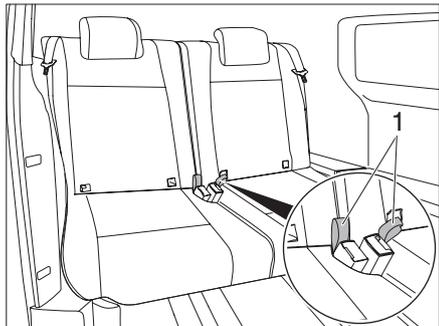

Fig. 19 Ribaltare il divanetto all'indietro
- Tirare le anse (Fig. 19,1) e ribaltare lo schienale del divanetto all'indietro.